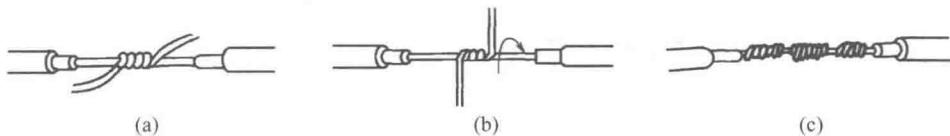

图 1-15 单股铜线的直线连接
- (1) 首先把两线头的芯线做 X 形相交,互相紧密缠绕 2~3 圈,如图 1-15(a)所示。
- (2) 接着把两线头扳直,如图 1-15(b)所示。
- (3) 然后将每个线头围绕芯线紧密缠绕 6 圈,并用钢丝钳把余下的芯线切去,最后钳平芯线的末端,如图 1-15(c)所示。